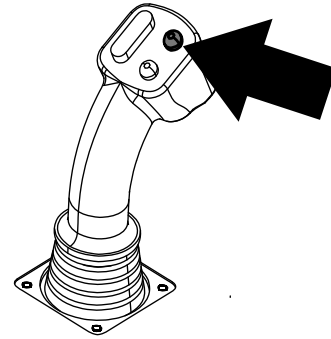
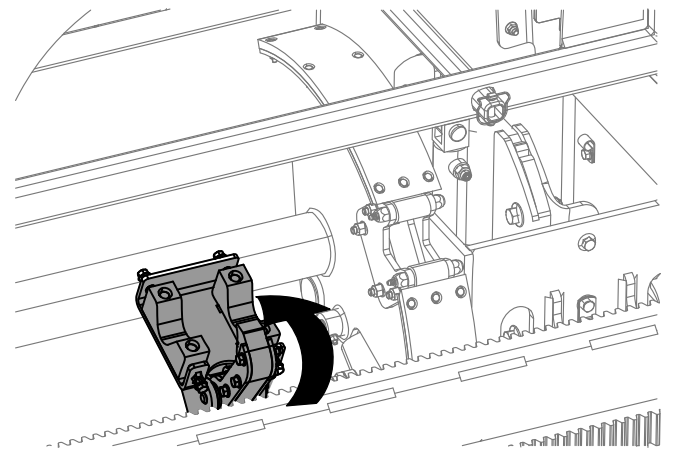

Bild 12
Bild 13
6. Halten Sie die obere Taste am Joystick gedrückt, um das Rohr zu fassen (Bild 12 und Bild 13) und lassen Sie die Taste los.